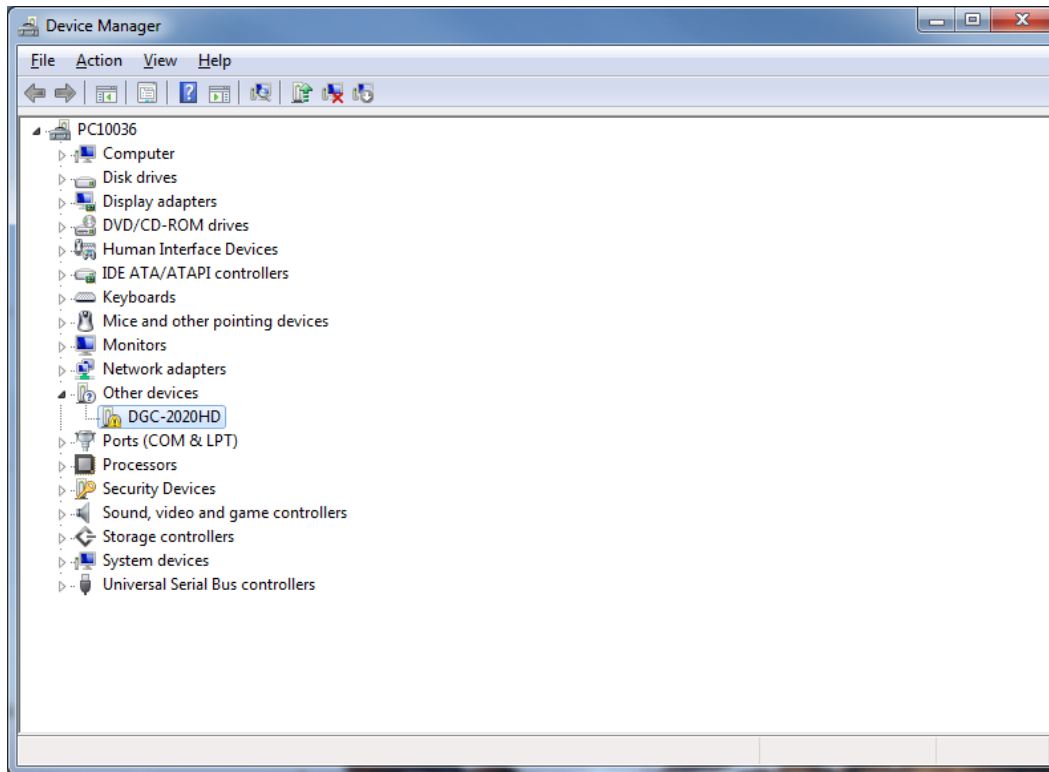

Figure 8-2. Gestionnaire de périphériques
- Étape 2. Ouvrez le Gestionnaire de périphériques de Windows® comme illustré dans la Figure 8-2. Faites un clic droit sur DGC-2020HD (ou Périphérique inconnu) sous Autres périphériques, puis sélectionnez Propriétés.